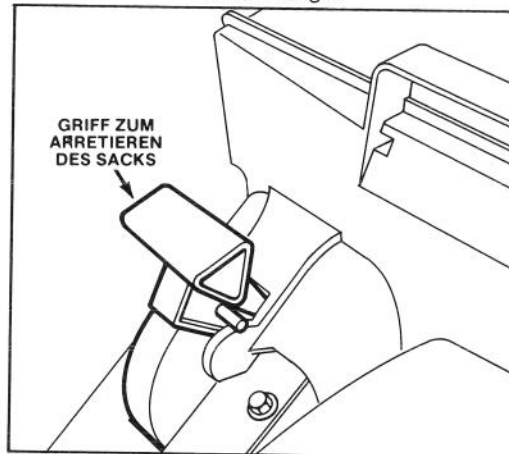

Abbildung 10
4. Den Griff für die Trichterklappe nach hinten ziehen bis der Stift den Sack arretiert (Abb. 10) Die Trichterklappe im Mähergehäuse ist jetzt geöffnet.